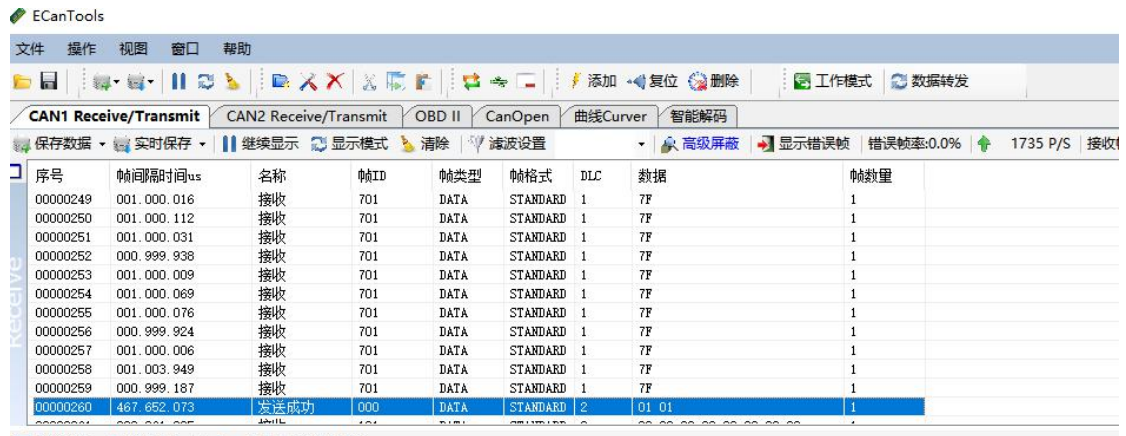

图 5.3 NMT 命令监控界面
使用 ECANTools 软件命令 GSCAN-4055 进入操作状态的步骤是：①将从站节点号填入 ID 后面的文本框中，②点击添加从站按钮，③打开节点左侧的+号，并点击“NMT”，④选择“Start Remote Node”（默认），点击下方的“NMT”按钮。如图 5.3 所示，发送后可在 ECANTools 监控界面中查看到 NMT 命令，且发送完 NMT 命令后，节点状态变为 0x05（操作状态）。